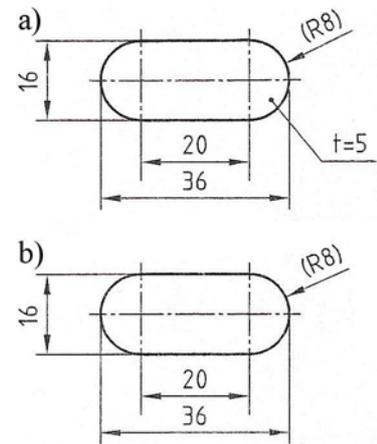

Abb.4: Pumpenhebel(Pos.12) ohne Bohrung
24) In Abb.4 ist der Pumpenhebel (ohne Bohrung) verkleinert und bemaßt dargestellt. Welche der Darstellungen ist normgerecht? Begründe.